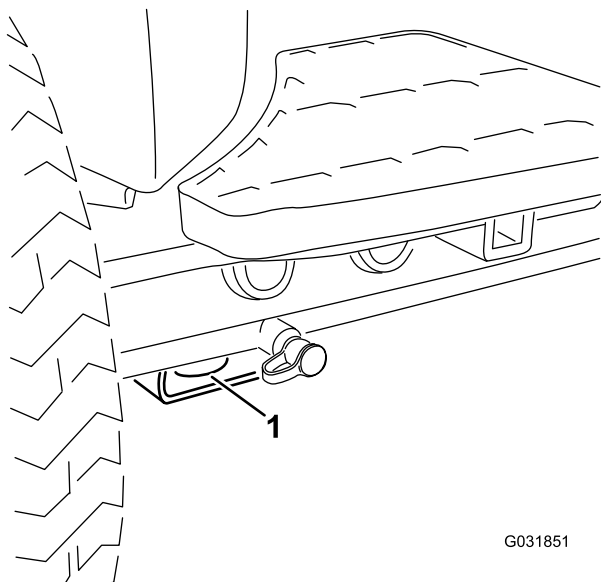

Figure 25
- **Avant de la machine** – trou dans le patin rectangulaire, sous le tube d'essieu, à l'intérieur de chaque roue avant (Figure 25).